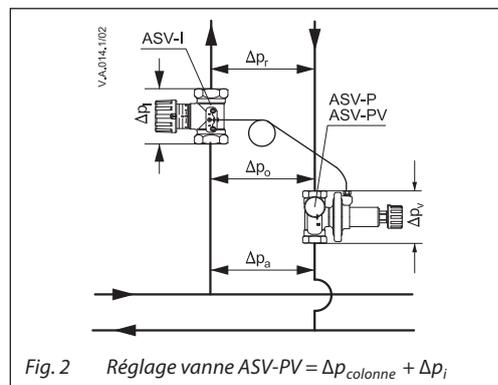

Fig. 2 Réglage vanne ASV-PV = $\Delta p_{colonne} + \Delta p_i$
- Pour utiliser la vanne associée à l'intérieur du circuit de contrôle : lorsque les terminaux ne disposent pas de limitation du débit ou lorsque la colonne nécessite une toute autre limitation du débit, la vanne ASV-I doit être utilisée (Fig. 2) pour les dimensions DN 15 à DN 50. Pour les dimensions DN 65 à DN 100, la vanne MSV-F2 doit être utilisée. Si la vanne associée est à l'intérieur du circuit de contrôle, la limitation du débit sur la colonne/l'embranchement est possible, mais une partie de la plage de pression contrôlée est utilisée par la perte de charge sur la vanne ASV associée.